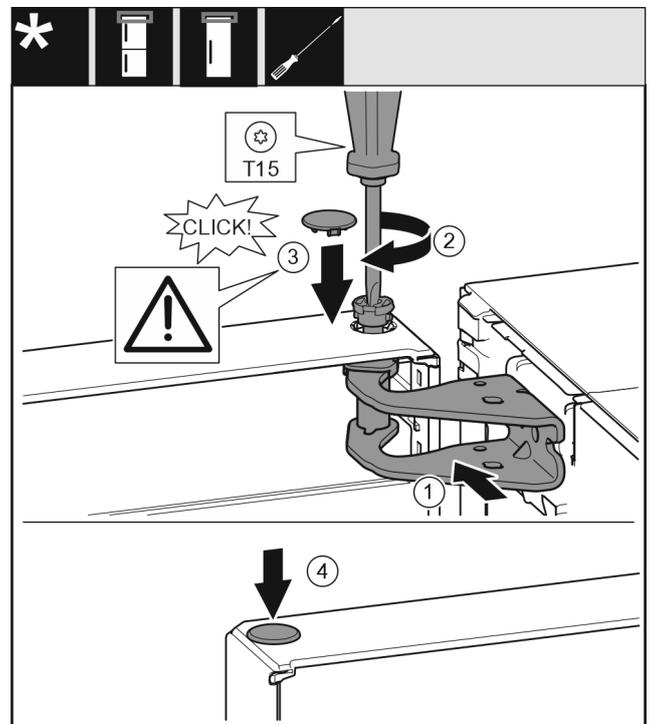

Fig. 13
- ▶ Orienter la porte en haut pour l'ouverture dans le support de palier. Fig. 13 (1)
- ▶ Poser le boulon et le visser avec un tournevis T15. Fig. 13 (2)
- ▶ Monter le cache de sécurité pour sécuriser la porte : Mettre en place le cache de sécurité et vérifier qu'il repose sur la porte. Sinon, enfoncer à fond le boulon. *Fig. 13 (3)*
- ▶ Mettre le bouchon en place. *Fig. 13 (4)*